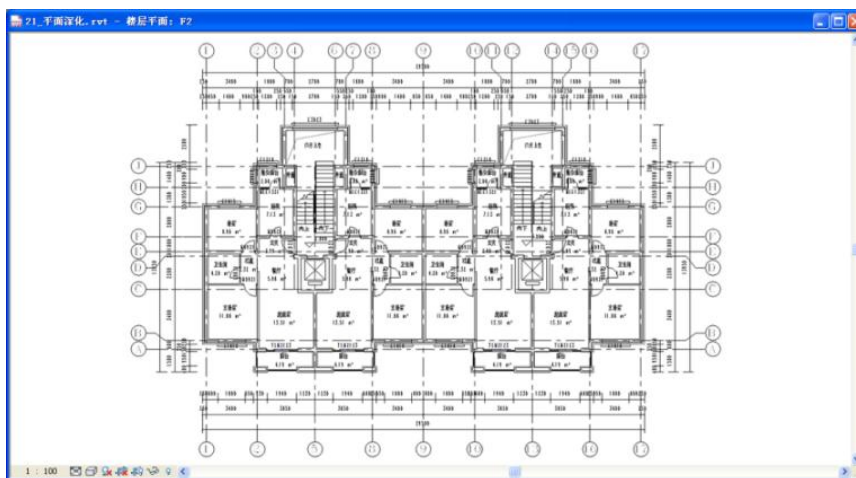

图 6-30
- 4) 选择图中轴线尺寸，点击编辑尺寸界限，对其进行修补，单击“注释”选项卡>“尺寸标注”面板>“对齐”工具，在图示位置添加第三道洞口尺寸和控制尺寸标注（如图 6-30 所示）。